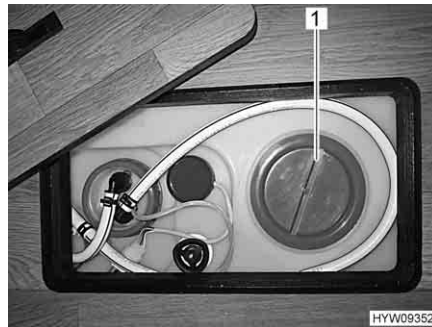

Fig. 168 Apertura per la pulizia (serbatoio dell'acqua)
- Staccare il coperchio (Fig. 168,1) del serbatoio dell'acqua.